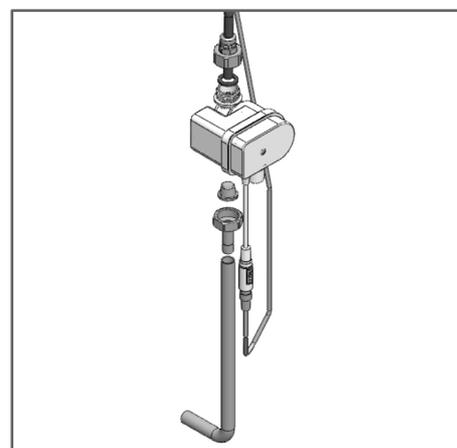

FIG. 3
9. Ligue o tubo flexível ao corpo da válvula solenóide através da entrada integrada na central de alimentação dupla. (ver FIG. 3)
9. Connect the flexible tube to the solenoid valve body integrated in the dual power input box. (See FIG.3)